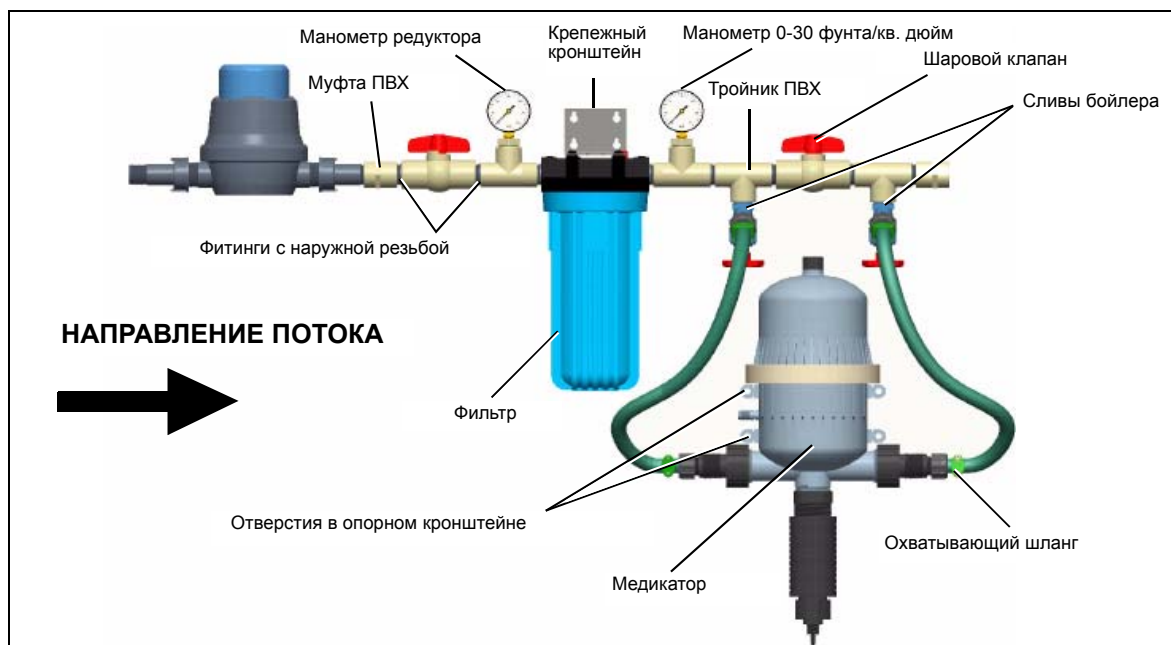

Рисунок 4А Сборка коллектора
3. Соберите муфту (CW-4024), шаровый клапан (CW-5106) и манометр редуктора (CW-4025) с помощью двух (2) фитингов (CW-5109) со штуцерами с наружной резьбой. Подсоедините этот узел к фильтру с помощью еще одного фитинга (CW-5109) со штуцером с наружной резьбой.
4. Соберите манометр 0-30 фунта/кв. дюйм (CW-4022), два (2) тройника ПВХ (CW-4023B) и шаровый клапан (CW-5106) как показано на Рисунок 4А с помощью трех (3) фитингов (CW-5109) со штуцерами с наружной резьбой. Затяните манометры гаечным ключом 9/16". Подсоедините этот узел к фильтру с помощью фитинга (CW-5109) со штуцером с наружной резьбой.
5. Закрепите два (2) дренажных крана бойлера (CW-4027) в тройниках (CW-4023B), предварительно накрутив 4-5 оборотов уплотняющей ленты на концы дренажных кранов. Установите хомут охватывающего шланга (CW-10013) на каждый слив бойлера.
7. Соберите медикатор, установив два (2) хомута 3/4" охватывающего шланга (CW-10013) из комплекта фильтра на фитинг с наружной резьбой медикатора.
8. Отрежьте два (2) куса надлежащей длины от стандартного садового шланга 3/4". Вставьте охватывающие шланги в соответствующие хомуты (CW-10013) на медикаторе. Обратите внимание на стрелки на медикаторе, указывающие направление потока.
9. С помощью четырех (4) винтов с квадратной головкой, вставленных в отверстия опорного кронштейна, установите медикатор внизу по центру между двумя (2) сливами бойлера. Подсоедините шланги от медикатора к хомутам на сливах бойлера.